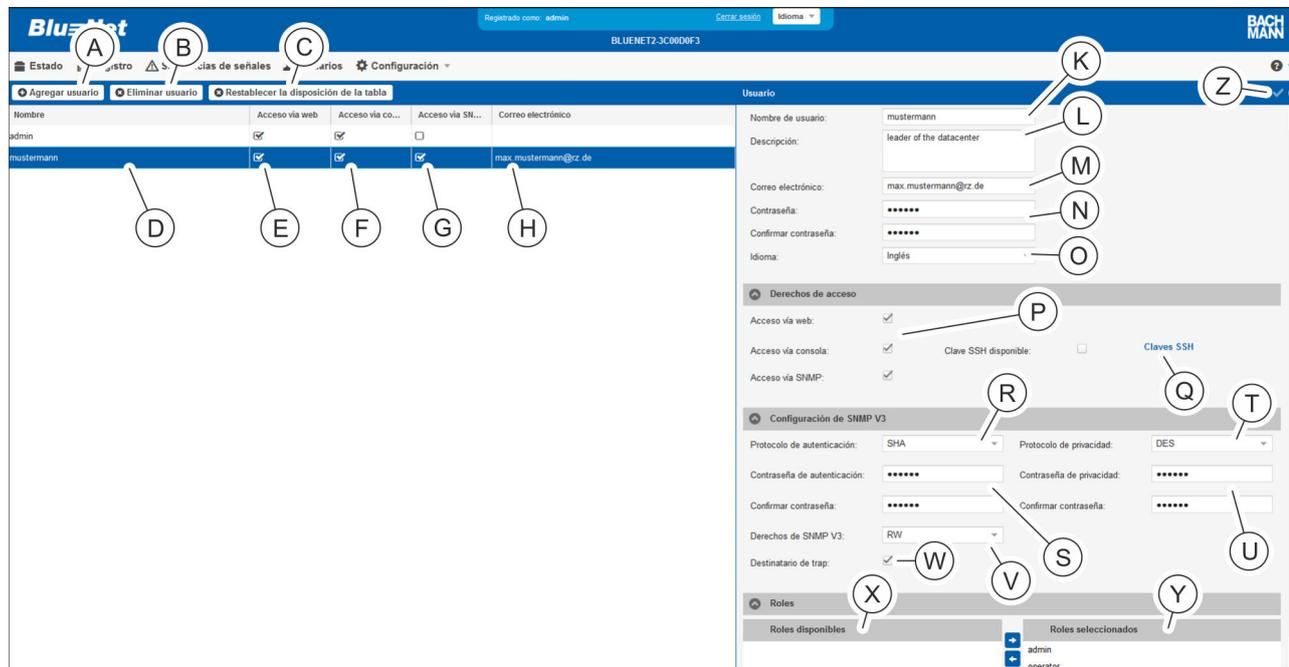
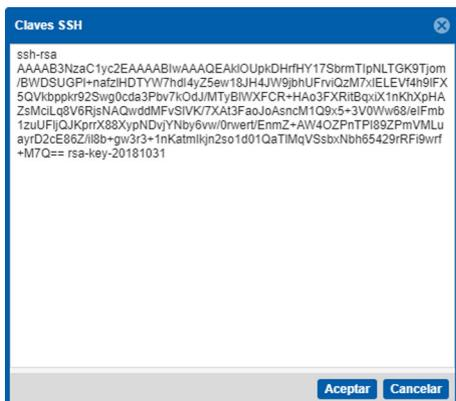

Fig. 136: Menú "Usuarios"
Fig. 137: Agregar una clave SSH
2. ➤ Con el botón "Agregar usuario" (Fig. 136/Ⓐ), cree un nuevo usuario.
*Para modificar un usuario existente, seleccione el usuario correspondiente en la lista (Fig. 136/Ⓒ).*
3. ➤ Introduzca el nombre de usuario (Fig. 136/Ⓣ).
4. ➤ En caso necesario, introduzca una descripción del usuario (Fig. 136/Ⓚ).
5. ➤ Introduzca una dirección de correo electrónico (Fig. 136/Ⓛ).
6. ➤ Introduzca la contraseña para acceder a la PDU y confírmela (Fig. 136/Ⓜ).
7. ➤ Seleccione el idioma (Fig. 136/Ⓝ).
8. ➤ Con las casillas de verificación correspondientes, conceda derechos de acceso para "Acceso vía web", "Acceso vía consola" o "Acceso vía SNMP" (Fig. 136/Ⓞ).
9. Con el botón "Claves SSH" pueden guardarse claves SSH para iniciar sesiones por SSH con contraseña (Fig. 136/Ⓢ). Copie una o varias claves SSH en la ventana "Claves SSH" (Fig. 137) y confírmelas con el botón "OK".
10. En el campo "Configuración de SNMP V3", seleccione un protocolo de autenticación en caso necesario (Fig. 136/Ⓢ).
11. Introduzca la contraseña de autenticación y confírmela (Fig. 136/Ⓢ).
12. En caso necesario, seleccione un protocolo de privacidad (Fig. 136/Ⓢ).
13. Introduzca una contraseña de privacidad y confírmela (Fig. 136/Ⓢ).
14. Asigne derechos de SNMP V3 (Fig. 136/Ⓢ).
15. Marque la casilla de verificación "Destinatario de trap" si desea que el usuario esté disponible como destinatario de trap (Fig. 136/Ⓢ).
- 16. En el campo "Roles disponibles" (Fig. 136/⊗) seleccione un rol de usuario y arrástrelo hasta el campo "Roles seleccionados" (Fig. 136/⊙) mediante el botón "→".
- 17. Guarde la configuración con el botón "Guardar" (Fig. 136/⊗).
*Para eliminar un usuario existente, seleccione el usuario que desee (Fig. 136/⊙) y haga clic en el botón "Eliminar usuario" (Fig. 136/⊙). A continuación, aparece un cuadro de diálogo con una pregunta que debe confirmarse.*